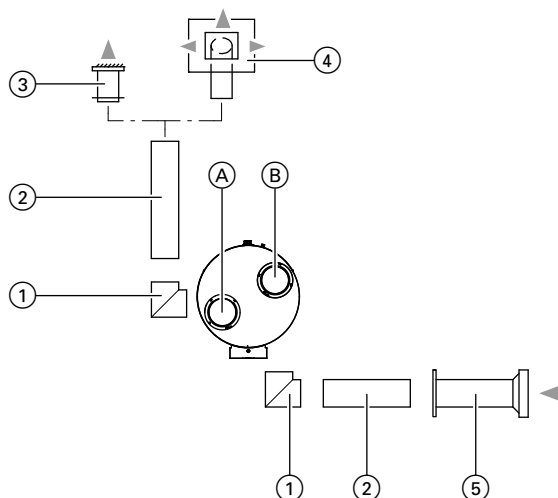

Abb. 13
1. Einzelne Leitungselemente mit Verbindungsstücken oder Muffen zusammenstecken: Siehe Systemdarstellungen Abb. 13 und 14.